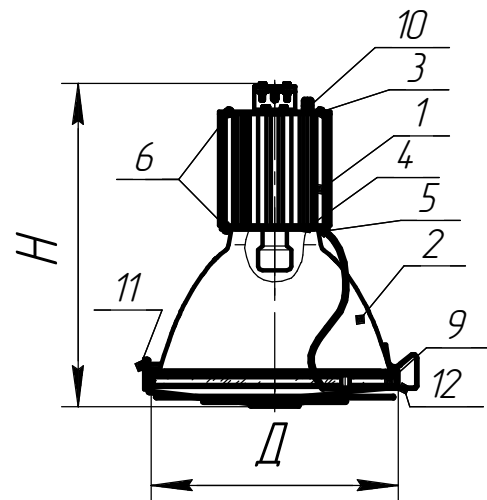

Рисунок 5
6.6 Светильники типа ГСП, ЖСП15, РСП15, ФСП15 с рассеивателем из поликарбоната см. рисунок 5: